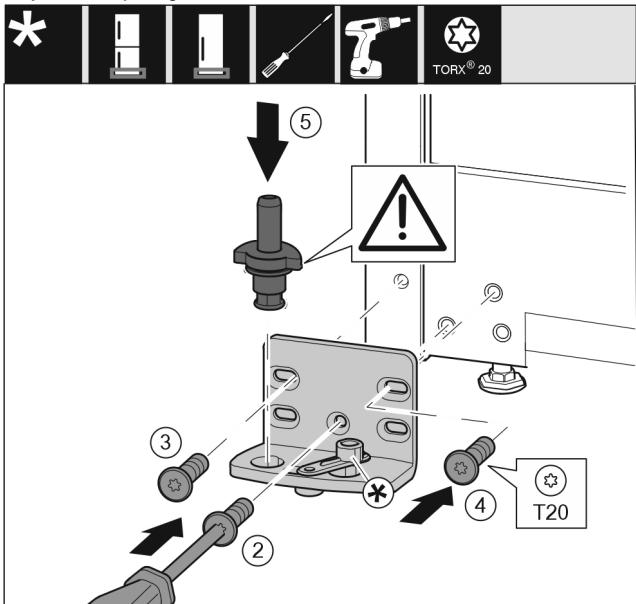

Fig. 38
- Nasadte stojan ložiska na druhé straně a přišroubujte pomocí šroubováku. Začněte šroubem Fig. 38 (2) dole uprostřed.
- Utáhněte šroub Fig. 38 (3) a šroub Fig. 38 (4).
- Zcela vložte ložiskový čep Fig. 38 (5). Přitom dávejte pozor, aby zajišťovací vačka směřovala dozadu.
- Nasadte stojan ložiska na druhé straně a přišroubujte pomocí šroubováku. Začněte šroubem (2) dole uprostřed.*
- Utáhněte šroub (3) a šroub (4).*
- Spojení tlumiče zavírání (5) otočte o 180°. Šroubovákem přišroubujte na druhé straně stojanu ložiska.*
- Zcela vložte ložiskový čep (6). Přitom dávejte pozor, aby zajišťovací vačka směřovala dozadu.*